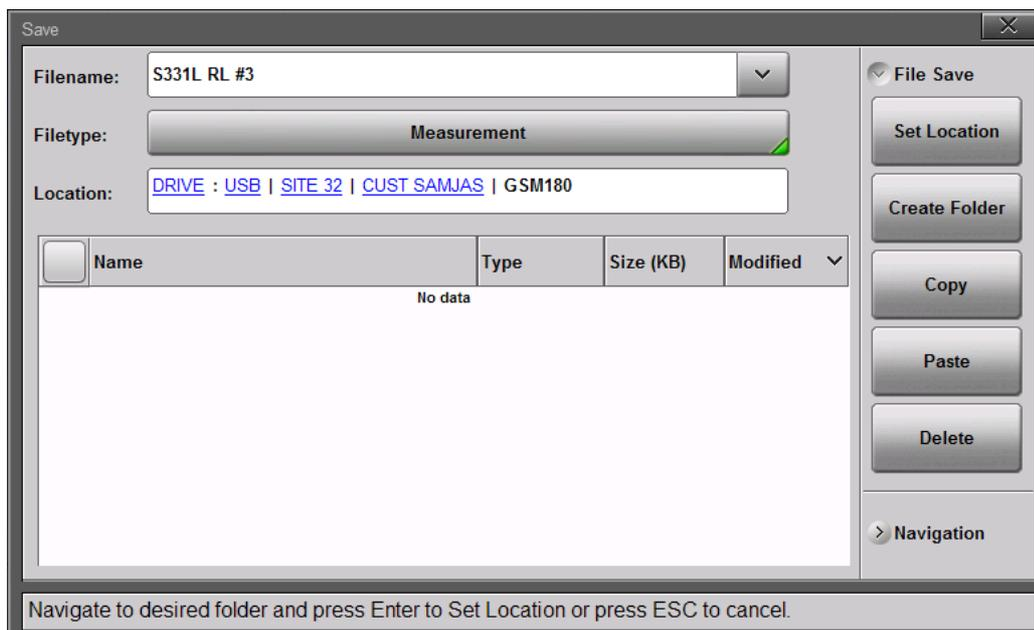

Рисунок 7-4. Место сохранения установлено на сохранение в папке на внешнем USB-диске.
3. Дважды прикоснитесь к иконке USB и, при необходимости, создайте папки для хранения файлов. Нажмите клавишу **Set Location**. Теперь место сохранения установлено на внешний диск USB (USB). См. рис. 7-4.
Нажатие кнопки **Location** открывает диалоговое окно **Save** (рис. 7-4) и отображает подменю **File Save** и **Navigation**. Данные функции подробно описываются в разделе «Меню File Mgmt» на стр. 7-21.